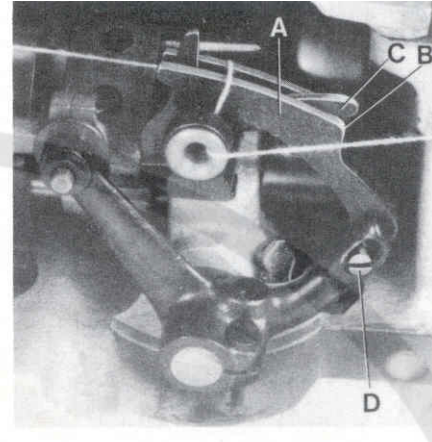

Fig.11
On the two thread double locked stitch styles, the height of the looper thread take-up (A, Fig. 11) is set so, that the cast-off hook (C) forces the looper thread over the corner (B) of the looper thread take-up (A) at the time the point of the descending needle is flush with the lower edge of looper or projects up to 1 mm (.040") below the lower edge of looper.
For setting the looper thread take-up loosen screw (D, Fig. 11) When needle point is positioned above the lower edge of looper, the looper thread take-up (A) has to be raised accordingly. When the needle point is positioned more than 1 mm (.040") below the lower edge of looper, the looper thread take-up (A) has to be lowered accordingly. Retighten screw (D).
Bei den Zweifaden-Doppelkettenstichmaschinen wird die Höhe des Greiferfadenaufnehmers (A, Fig. 11) so eingestellt, daß der Greiferfadenabzugshaken (C) den Greiferfaden zu dem Zeitpunkt über die Ecke (B) am Greiferfadenaufnehmer (A) zieht, wenn die Spitze der sich nach unten bewegenden Nadel mit der Unterkante des Greifers bündig ist oder bis zu 1 mm unterhalb der Greiferunterkante steht.
Zur Einstellung des Greiferaufnehmers lösen Sie die Schraube (D, Fig. 11).